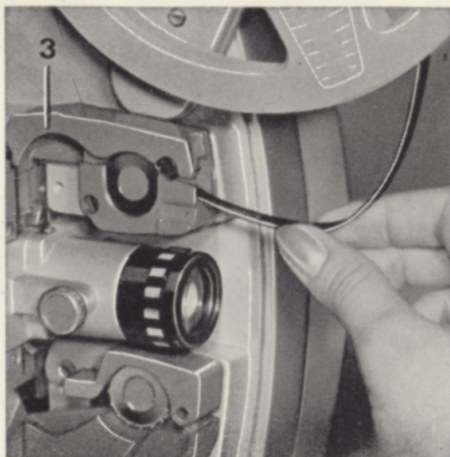

Abb. 4
- 6** Filmeinfädelungsvorrichtung hinunterdrücken, bis der Hebel einrastet; der Film wird entsprechend der Abb. 4 von unten nach oben eingeführt. Beim Durchgang des Filmes durch den unteren Teil der Filmeinfädelung löst sich die heruntergedrückte Einfädelungsvorrichtung automatisch wieder; der Film wird selbsttätig in die Filmfangspule geleitet.